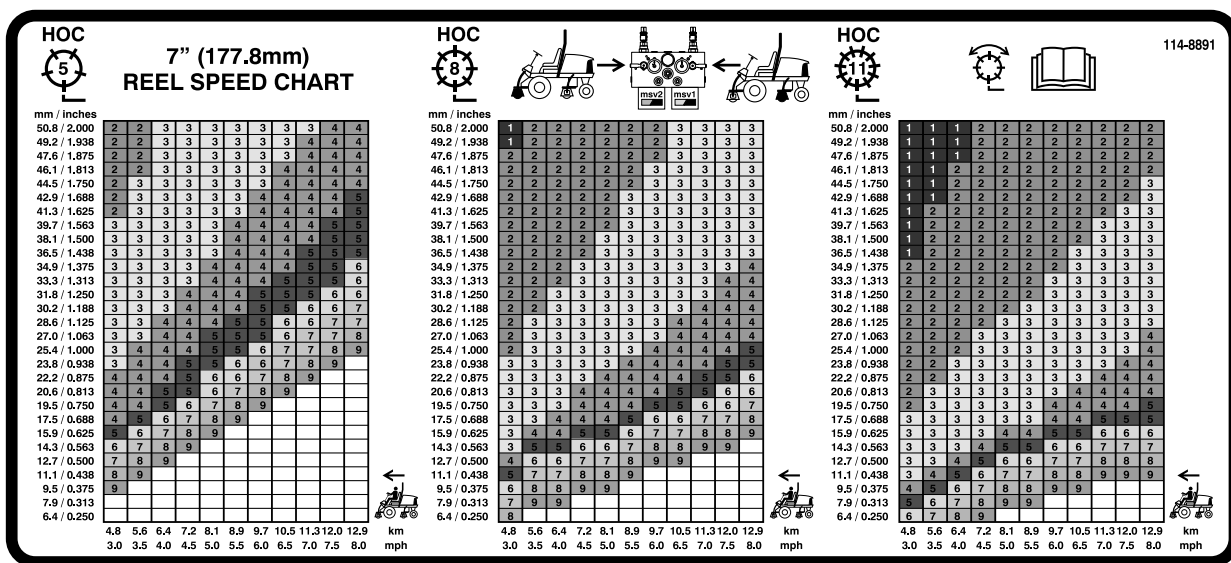

図 40
3. ステッカー 110-0996 (図 40) 上のグラフを使って、適切なリール速度の設定を行う。